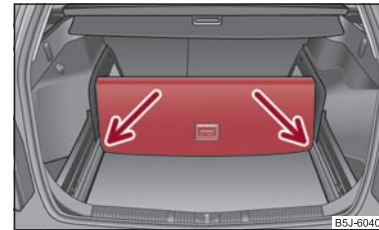

Abb. 65 Gepäckraum unterteilen
- Heben Sie den Teil mit der Halterung an und sichern Sie diesen durch Einschieben in die Nuten ⇒ Abb. 65. ■